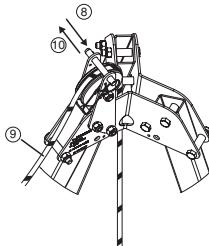

Рис. 10
8. Вытяните штифт со сферической головкой, находящийся в верхней части направляющего блока, установленного на головке треноги tracpode (рис. 10, 8).
9. Пропустите строп устройства derope™ через направляющий блок (рис. 10, 9).
10. Вновь установите штифт со сферической головкой, чтобы предотвратить выскакивание стропа из направляющего блока (рис. 10, 10).